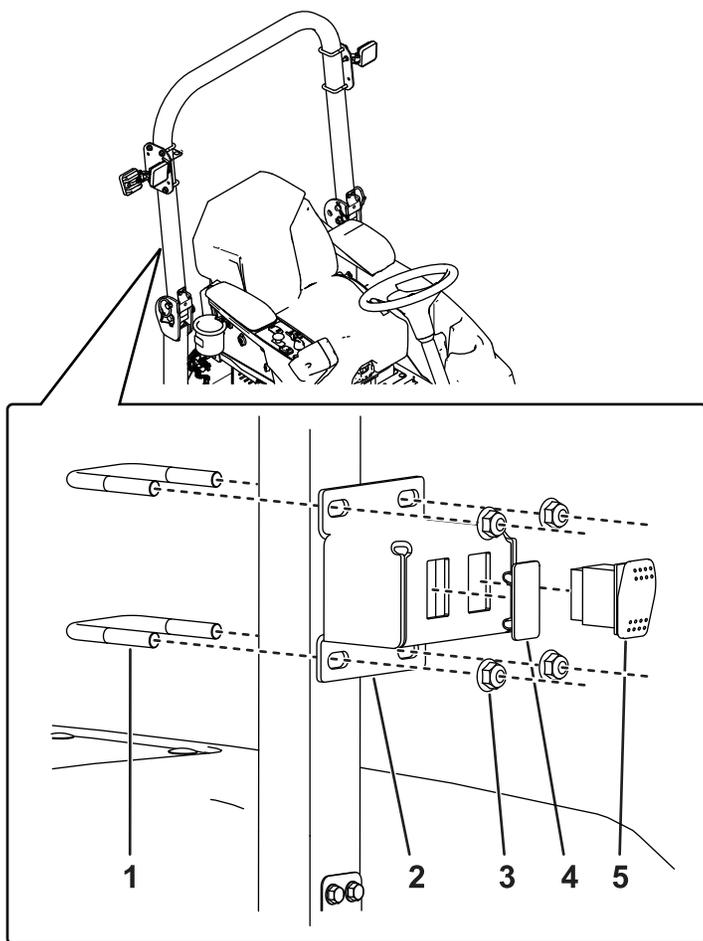

Figura 3
3. Montate l'interruttore e il tappo sulla staffa dell'interruttore come illustrato nella Figura 3.
4. Montate il gruppo interruttore sulla parte frontale del roll bar utilizzando 2 cavallotti e 2 dadi di bloccaggio ($\frac{3}{8}$ ") come illustrato nella Figura 3.